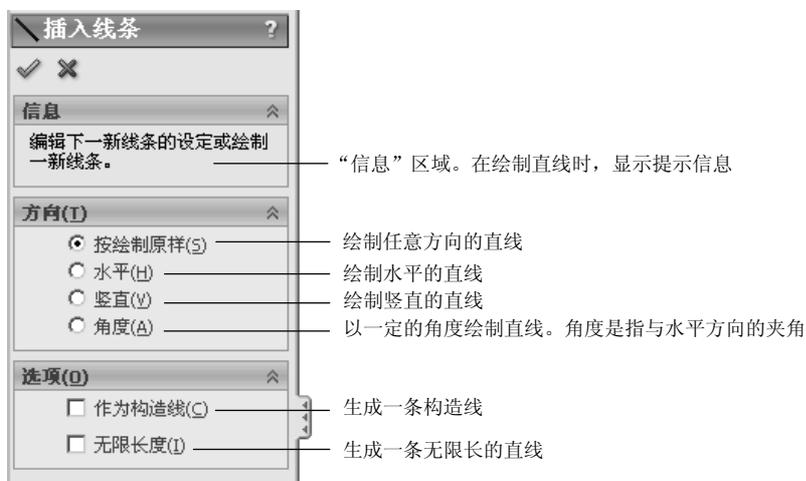

图 2.6.1 “插入线条”对话框
Step 2 选择命令。选择下拉菜单 **工具(T)** → **草图绘制实体(E)** → **直线(L)** 命令, 系统弹出图 2.6.1 所示的“插入线条”对话框。